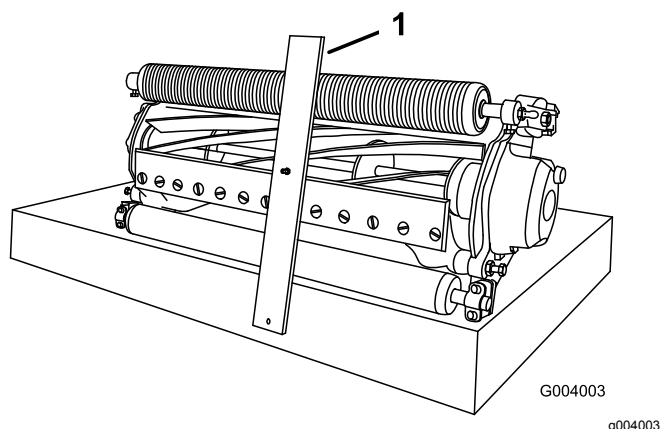

Figure 16
2. Accrochez la tête du boulon du gabarit de hauteur de coupe au tranchant sur le côté droit de la contre-lame et appuyez l'arrière du gabarit contre l'arrière du rouleau (Figure 16).